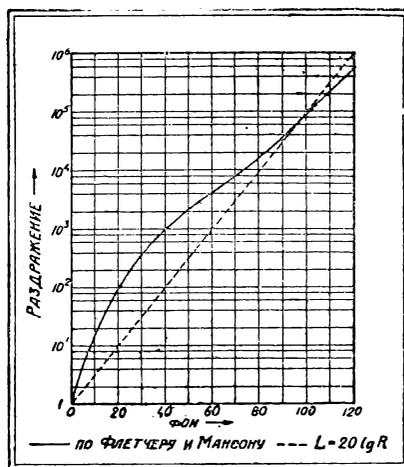

Рис. 11. Зависимость между раздражением и громкостью
Однако установленное для частоты 1000 пер/сек отношение между громкостью и раздражением $L = 20 \lg R$ в применении для смеси тонов не является абсолютно правильным. При удвоении раздражения уравнение (4) дало бы в результате увеличение громкости на 6 децибел, между тем как Флетчер и Мансон посредством наложения двух равных по громкости тонов различной частоты получили увеличение от 3 до 10 децибел в зависимости от исходной громкости. Результат изображен на рис. 11. Общая громкость смеси тонов может быть получена лишь таким образом, что определяется (например из кривых равной громкости)
громкость каждой составляющей, затем отсчитывают на рис. 11 соответствующие раздражения и затем исходя из суммы раздражений, находят из той же кривой общую громкость. Принцип суммирования однако дает только основной грубый механизм явления. При громких и ближе лежащих (по частоте) звуках обнаруживаются маскирующие эффекты и нелинейные искажения, поэтому участие в суммарном раздражении отдельного тона зависит от его положения среди остальных составляющих и может быть больше или меньше, чем это соответствует принципу суммирования.